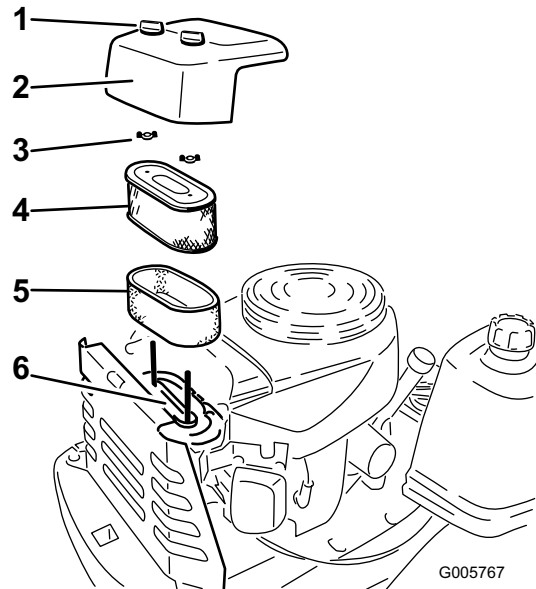

Figure 22
- Nettoyez la surface autour du filtre à air pour éviter que des impuretés ne s'introduisent dans le moteur et l'endommagent. Desserrez les deux boutons en plastique sur le couvercle et déposez le couvercle du filtre à air Figure 22.
- Sortez délicatement l'élément en mousse de l'élément en papier (Figure 22).
- Dévissez les écrous à oreilles et retirez l'élément en papier (Figure 22).